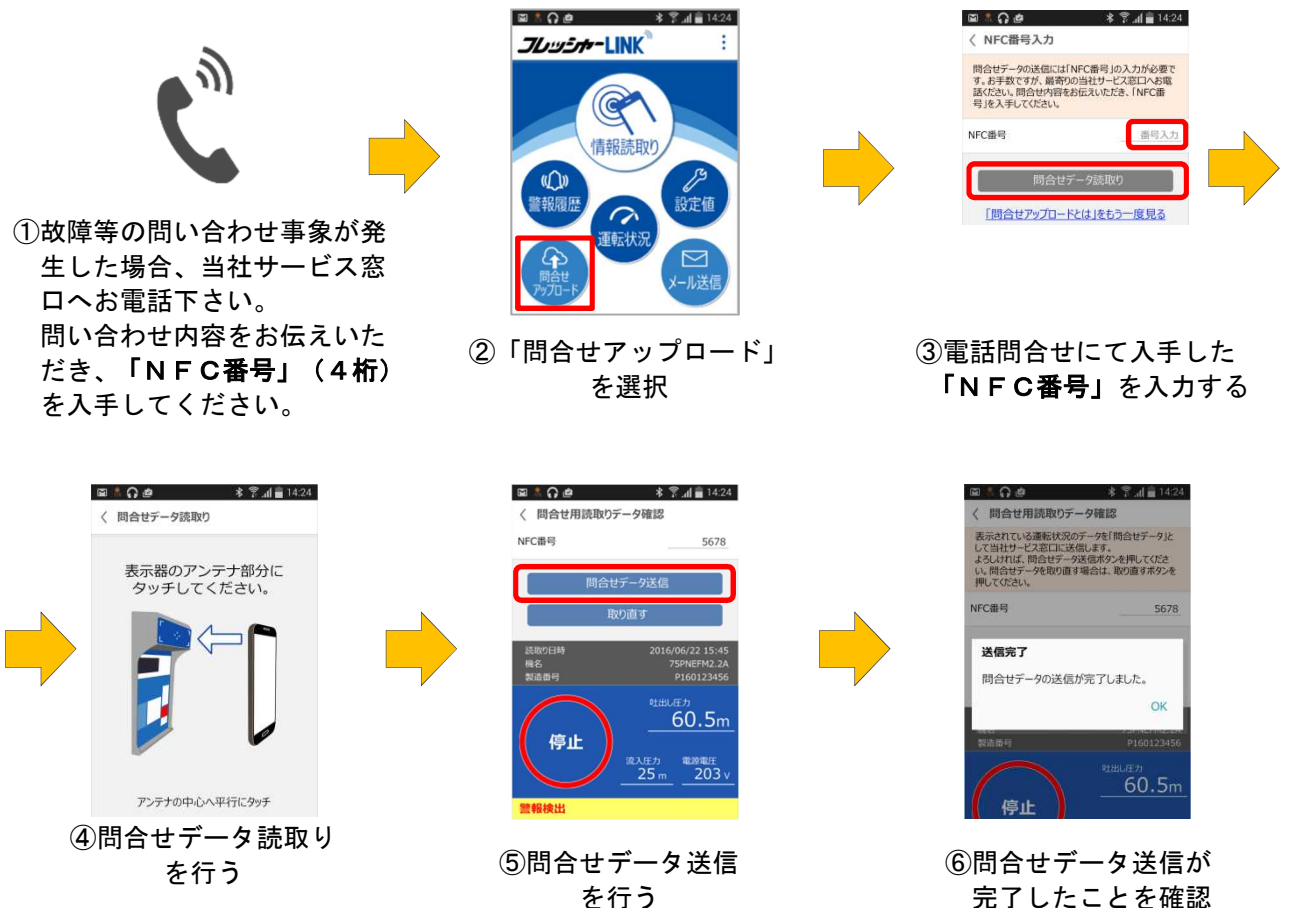

図 35 問合せアップロード
問合せアップロードは図 35 の①～⑥の手順で行ってください。